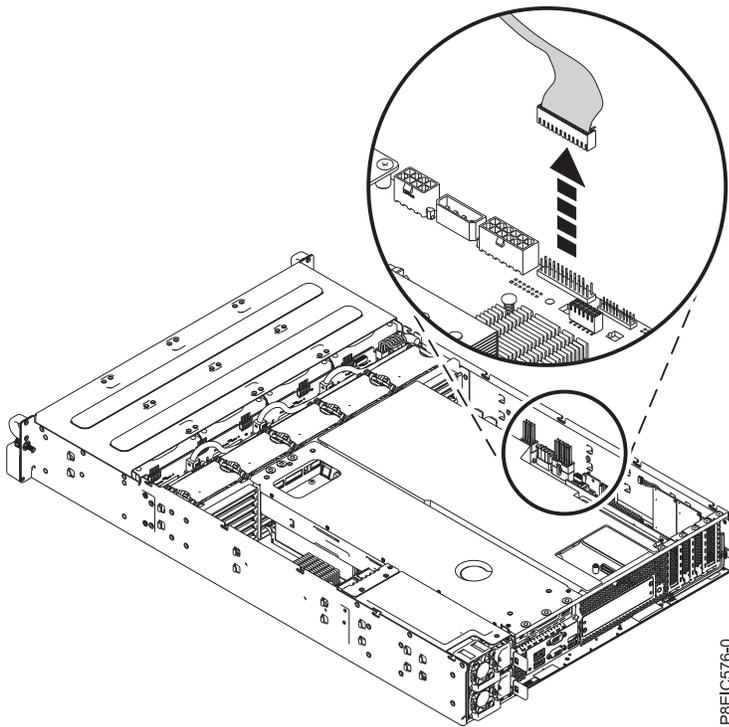

Figura 68. Desconectando o cabo de controle do painel frontal
7. Remova o cabo de controle do painel frontal do painel traseiro do sistema, conforme mostrado na Figura 68.